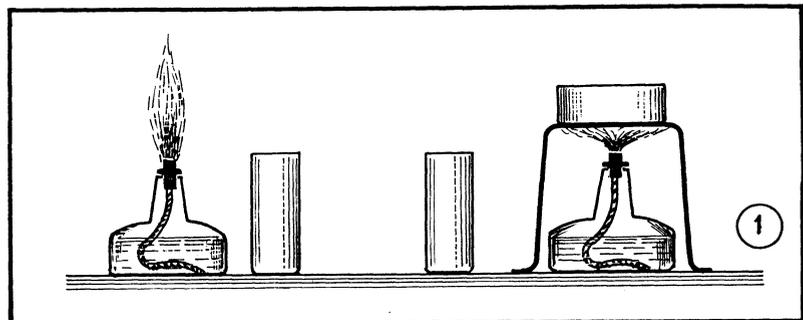

Fig. 1. — Les quatre accessoires (qui sont d'ailleurs cinq) indispensables au dénudage et à l'étamage du fil divisé par l'ancien procédé.
Ces quatre pièces sont représentées sur la figure 1. Elles doivent être disposées, de gauche à droite, dans l'ordre indiqué.
La technique étant bien comprise, il convient maintenant d'entrer dans les détails. Les quatre accessoires représentés sur la figure 1 doivent être obligatoirement fixés soit sur la table de travail, soit sur une planche en bois. La raison de cette précaution est simple. Lorsque le fil dont les brins sont rougis est immédiatement plongé dans le godet à alcool, un geste maladroit peut renverser ce godet, dont le contenu se répand et s'enflamme. Si le liquide enflammé coule et tombe sur le vêtement de l'opérateur, il peut être la cause d'une brûlure sérieuse (1). Comme il est indispensable que le godet à alcool soit très proche de la lampe afin que les brins du fil soient encore rouges lorsqu'ils sont plongés dans le liquide, on conçoit que la fixation solide de tous les accessoires constitue une impérieuse nécessité. Il en est de même pour le godet de solution de résine et pour le bain d'étain fondu. Cela étant dûment entendu, examinons les détails.